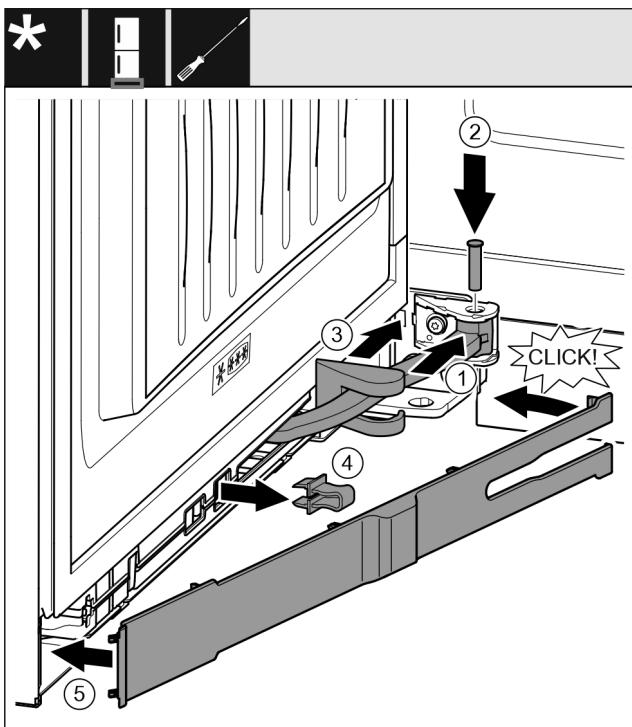

Fig. 35
- Gelenk Fig. 35 (1) in Aufhängung drehen.
- Bolzen Fig. 35 (2) mit einem Schraubendreher in Aufhängung und Gelenk einsetzen. Dabei darauf achten, dass der Rastnocken korrekt in der Nut sitzt.
- Lagerbockabdeckung Fig. 35 (3) entlang des Gelenks schieben und über der Aufhängung montieren.
- Sicherung Fig. 35 (4) abnehmen.
- Blende Fig. 35 (5) griffseitig ansetzen und einschwenken.